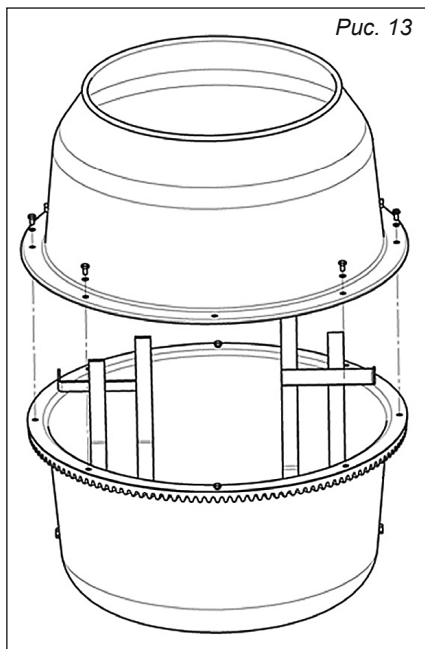

Рис. 13
6.7. Установка верхней половины бака, рис. 13